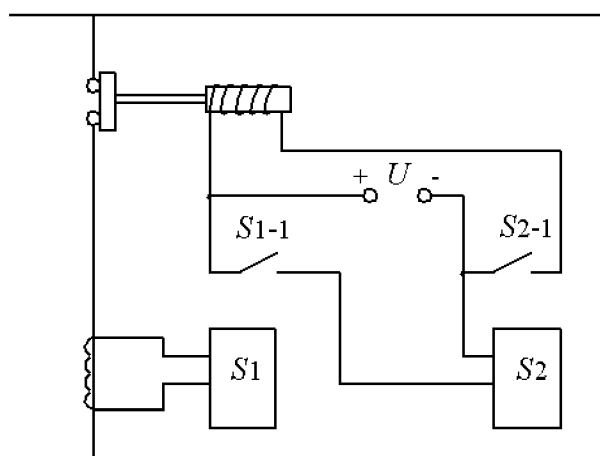

Рис. 5.17
5.4.21. На рис. 5.17 приведена схема отключения силовой цепи с помощью двух промежуточных реле. Поясните работу схемы и найдите необходимый коэффициент трансформации тока, если номинальный ток реле  $S_1$  равен  $I = 200$  мА, а допустимый ток в цепи – 20 А и 60 А.